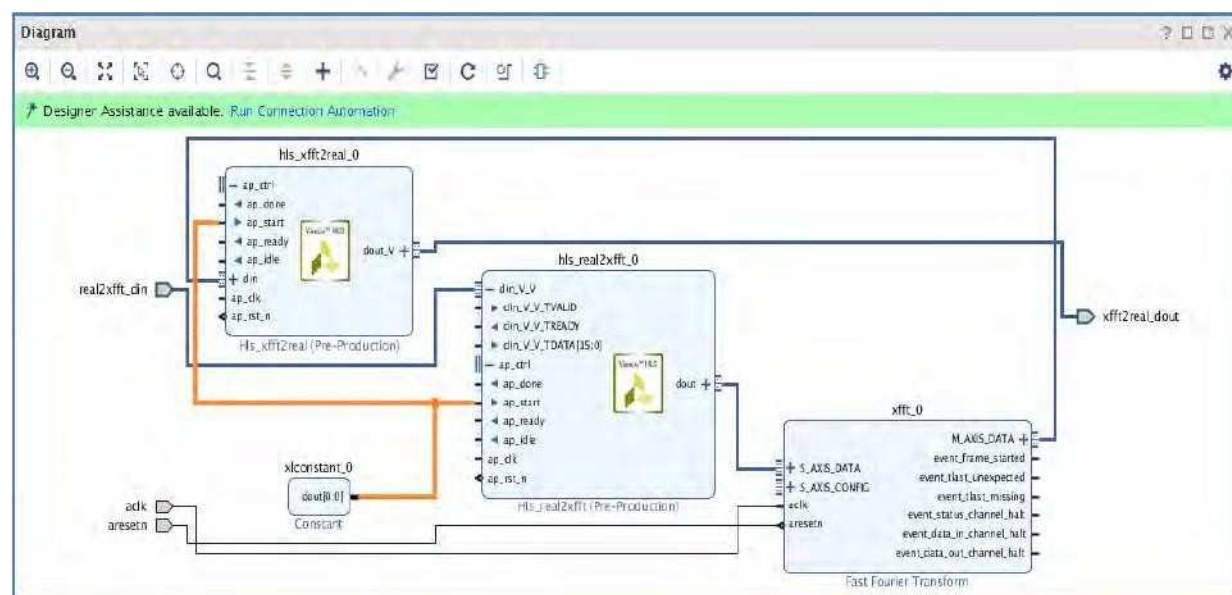

图 9-21: 将 AP_START 连接到常量
- d. 双击 “*Constant IP*” 符号 (图 9-21), 并确认 “*Const Width*” 和 “*Const Val*” 设置为 *1*。